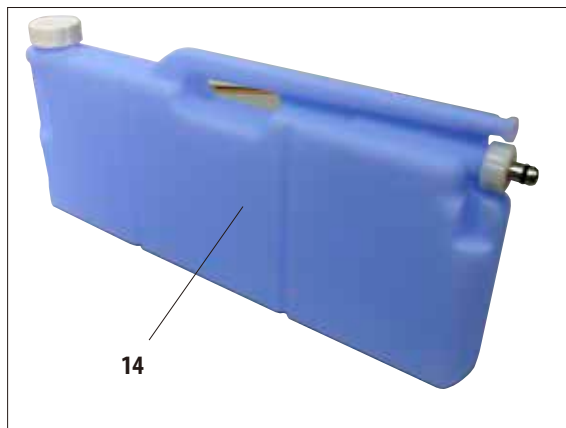

Рис. 52
- Форма и способ подсоединения ёмкости для конденсата (14, рис. 52) соответствуют системной ёмкости. Чтобы её можно было отличать, ёмкость для конденсата окрашена в синий цвет.